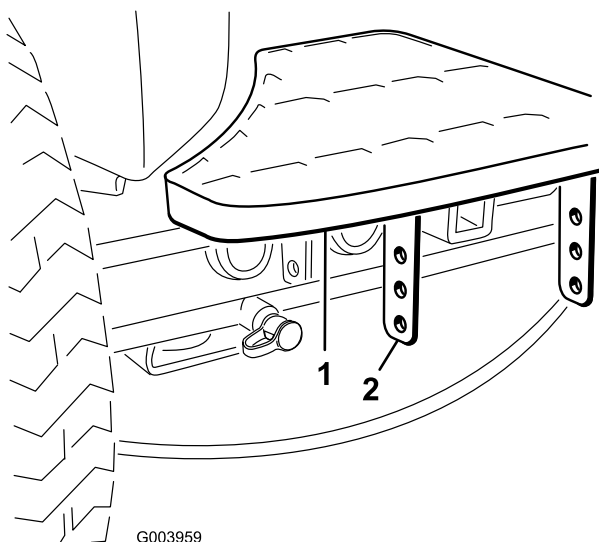

Figura 2
1. Retire os 2 parafusos e porcas que prendem os suportes do degrau à estrutura da unidade de tracção (Figura 2)